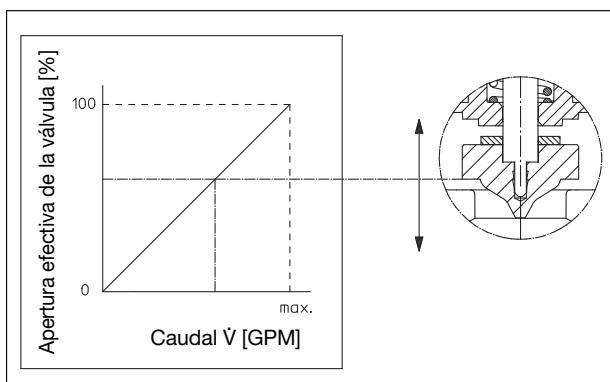

Fig. 5.3 Curva característica de la unidad de control de la “Cocon QTZ”
La unidad de control (pos. 2, figura 5.1/5.2) tiene una curva característica casi lineal (fig. 5.3).